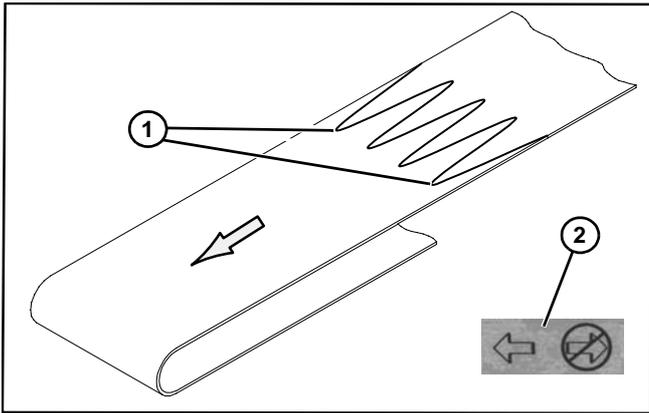

Figura 45
1. Oriente la banda de manera que el empalme delantero (**Figura 45, artículo 1**) apunte en la dirección de la trayectoria de la banda tal y como indica la etiqueta de dirección del transportador (**Figura 45, artículo 2**).
2. Oriente la banda de manera que el empalme delantero (Figura 45, artículo 1) apunte en la dirección de la trayectoria de la banda tal y como indica la etiqueta de dirección del transportador (Figura 45, artículo 2).